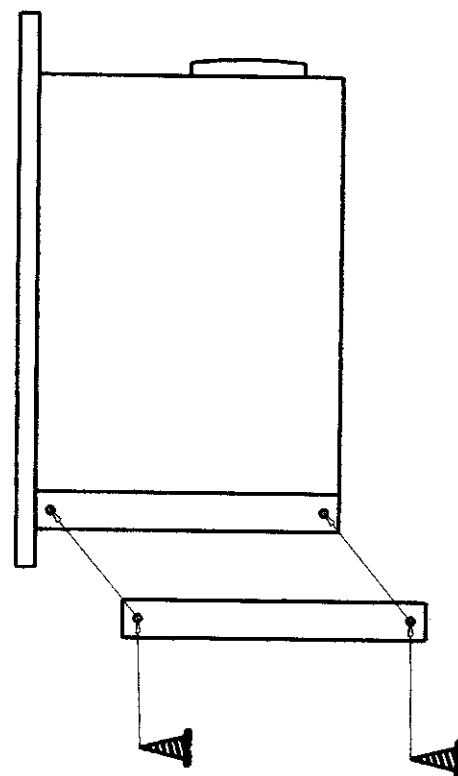

Fig.1
- Montare le apposite guide sui fianchi della macchina (con le viti in dotazione), come da fig. 1.